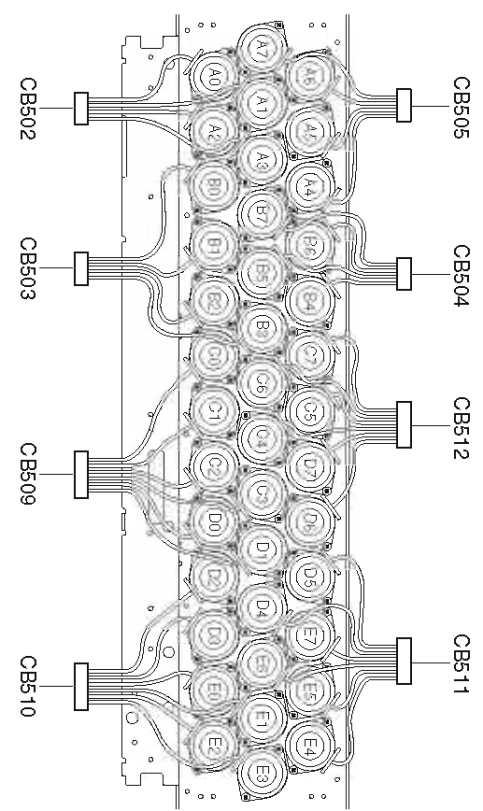

Fig. 10
- * Make sure that all the removed driver tweeter parts are reinstalled at specified positions. (Fig. 10)
- * 取り外したスピーカーユニット(ツイーター)は、すべて決められた位置に取り付けてください。(Fig. 10)
Caution: Make sure that all the removed driver (tweeter) parts are reinstalled at specified positions. (Fig. 10)
注意: 取り外したスピーカーユニット(ツイーター)はすべて決められた位置に取り付けてください。(Fig. 10)